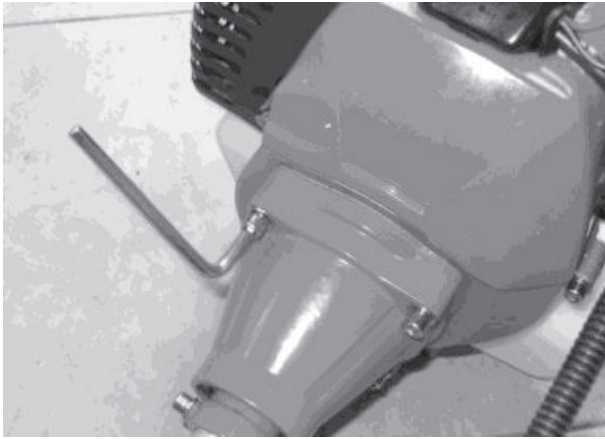

Рисунок 2. Схема приєднання стикувального вузла до двигуна виробу.
- під'єднати стикувальний вузол до двигуна та закріпити гвинтами (рис. 2).